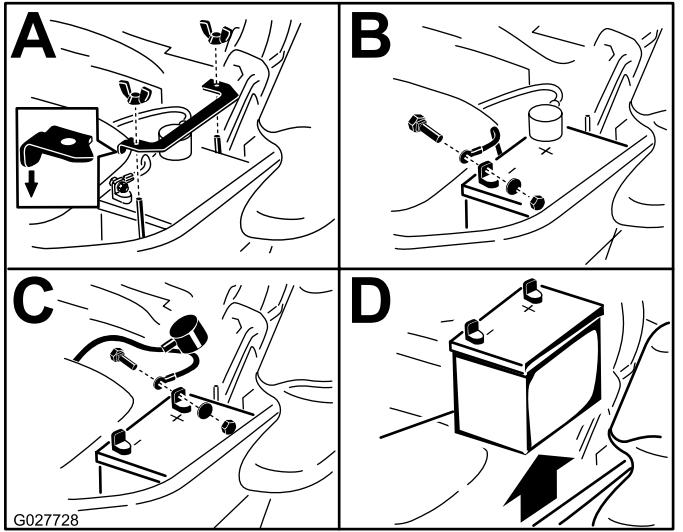

Figure 66
- Retirez la batterie, comme montré à la Figure 66.
Remarque: Placez la batterie dans son support en tournant les bornes à l'opposé du réservoir hydraulique (Figure 66).